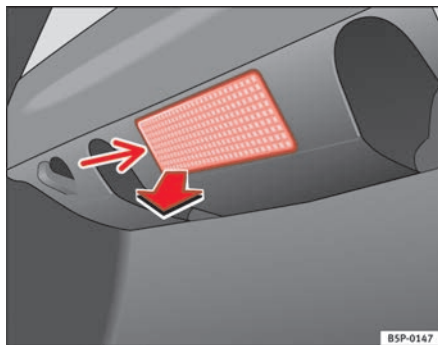

Abb. 170 Gepäckraum-
- Nehmen Sie das Lampenglas der Glühlampe durch Druck mit einem Schraubendreher auf dessen Unterseite -Pfeil- ab ⇒ Abb. 170.